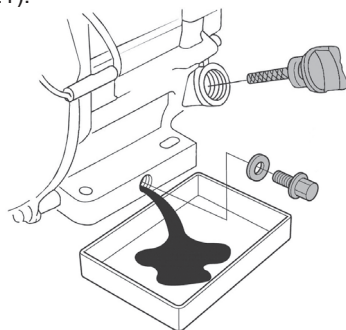

Рис. 21. Замена масла в двигателе
4. Очистите от загрязнений зону вокруг маслосливной горловины. Извлеките крышку-щуп из маслосливной горловины (Рис. 21) и протрите щуп чистой ветошью.
5. Открутите пробку для слива масла и слейте отработанное масло в подготовленную для этого емкость (Рис. 21).